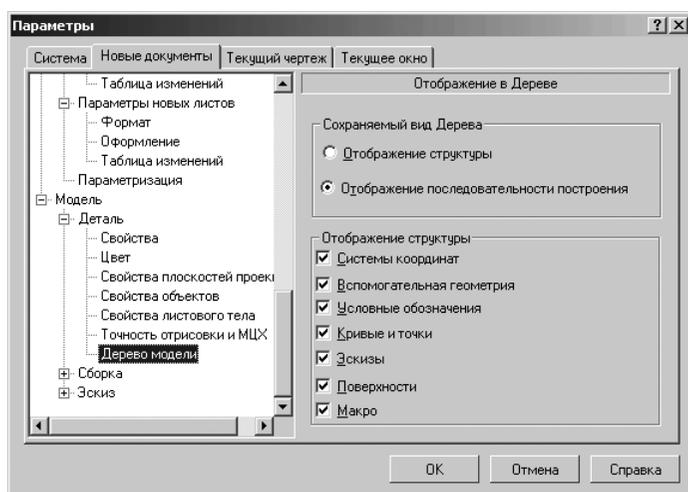

Рис. 10.98. Диалоговое окно **Параметры** с открытой вкладкой **Новые документы** и панелью **Отображение в Дереве**
- щелкните в списке настраиваемых элементов  **Деталь** по пункту **Дерево модели**. В правой части появится панель **Отображение в Дереве**, показанная на рис. 10.98;
- щелкните в списке настраиваемых элементов  **Сборка** по пункту **Дерево модели**. В правой части появится панель **Отображение в Дереве**, аналогичная той, которая показана на рис. 10.98;